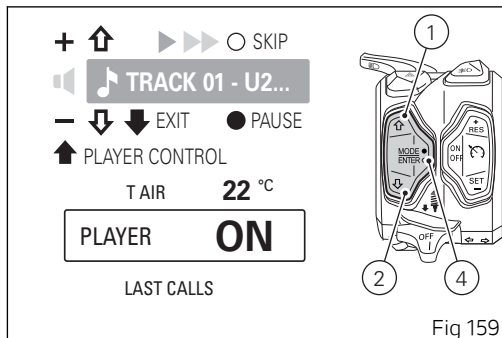

Fig 159
Per attivarlo premere il pulsante (4). Il cruscotto visualizza la dicitura "PLAYER ON" e presenta il menù Player sopra al Menù (Fig 159).
Quando il Player è attivo e si è all'interno del controllo del Player (Fig 159), il pulsante (1), il pulsante (2) ed il pulsante (4) sono utilizzabili solamente per gestire il Player:
- Volume up: Pressione singola del pulsante (1).
- Volume down: Pressione singola del pulsante (2).
- Pausa / Play: Pressione prolungata per 2 secondi del pulsante (4).
- Skip al brano successivo: Pressione singola del pulsante (4); ad ogni pressione corrisponde un passaggio al brano successivo.